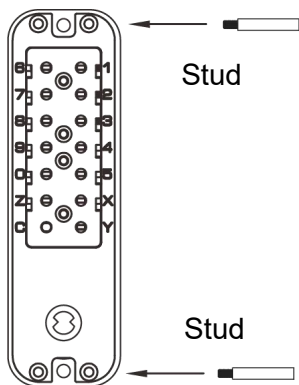

FIG9A
1) Vissez d'abord la vis dans le trou prévu à cet effet sur la serrure à code du panneau avant (voir figure 9A). Ensuite, choisissez le diamètre de la tige carrée adapté à l'épaisseur de la porte (voir figure 10).